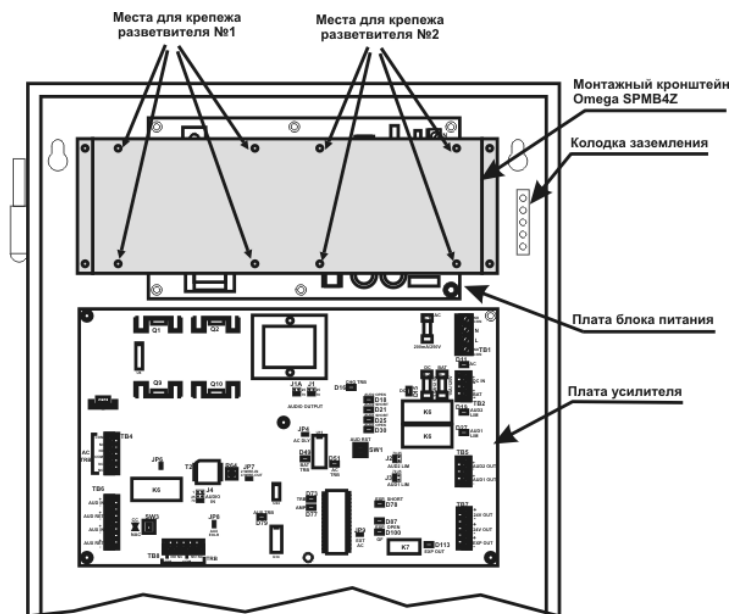

Рис.7 Схема установки монтажного кронштейна Omega SPMB4Z и разветвителей Omega SP4-RZ в усилителе Omega SPB-160.
На Рис.7 показаны места расположения разветвителей SP4-APS на монтажном кронштейне Omega SPMB4Z (монтажный кронштейн поставляется отдельно).
- Установите монтажный кронштейн Omega SPMB4Z внутри усилителя Omega SPB-160 как показано на Рис. 7.